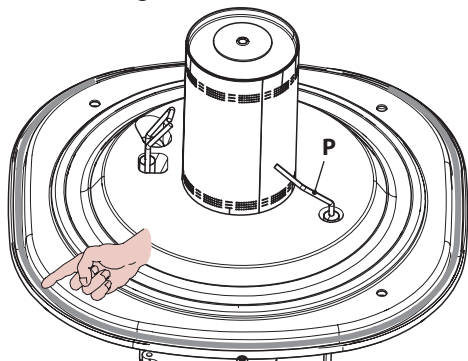

Figura 9.13
- La guarnizione in silicone della parete frontale della camera di combustione Figura 9.13 deve essere cambiata se deteriorata e comunque deve essere obbligatoriamente sostituita ogni 2 anni.
- L'elettrodo di rilevazione P in Figura 9.13 funge anche da sensore per il corretto scarico della condensa.